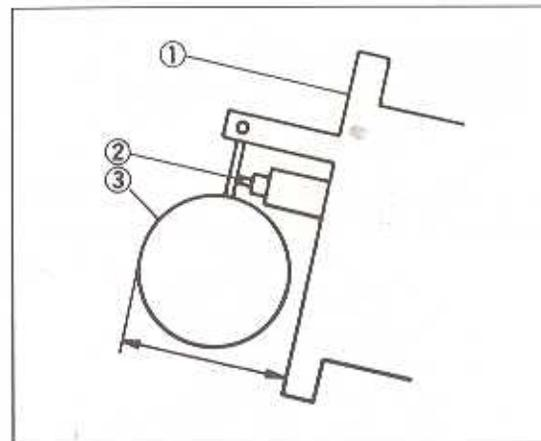

Bild 64
- Der Schwimmer soll bei einer Höhe von 17,0 \pm 2 mm gerade mit der Zunge die Ventlnadel berühren, wenn diese auf dem Sitz liegt (Bild 64).